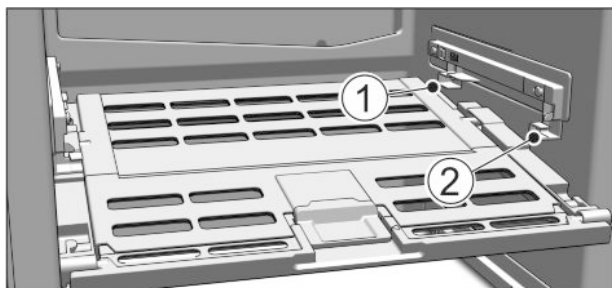

Fig. 43
- ▶ Установка крышки отделения с функцией для хранения овощей и фруктов Fruit & Vegetable-Safe: Вставить поперечные ребра крышки через низ в задний держатель Fig. 43 (1) и защелкнуть спереди на держателе Fig. 43 (2).